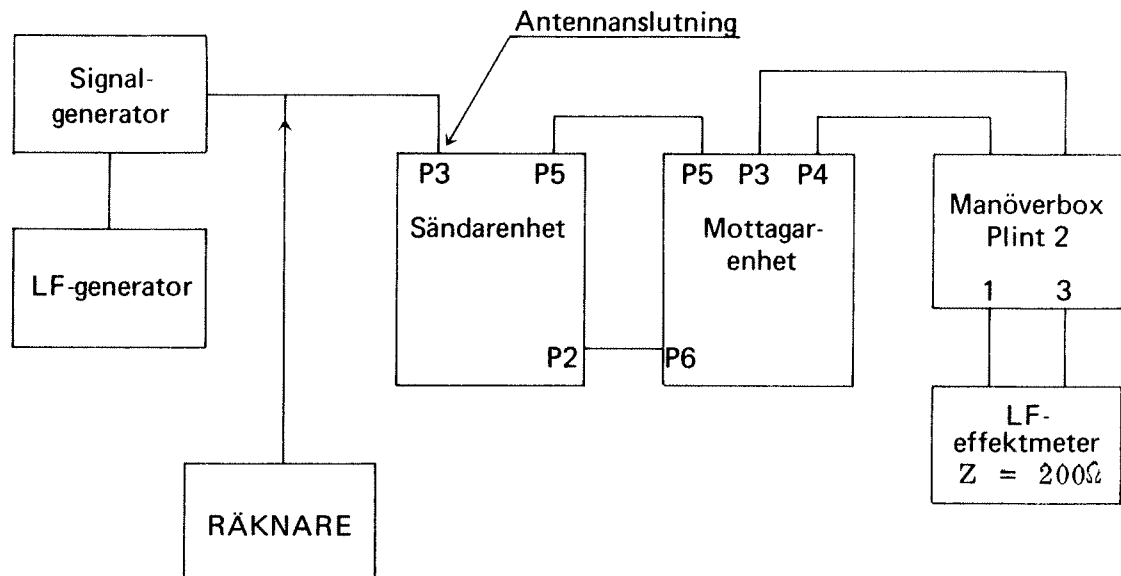

Bild 2 Mätuppkoppling för kontroll av mottagarens känslighet brusspär. AVC och bandbredd.
Uppkoppling se bild 2.
- Uppkoppling, se bild 2.